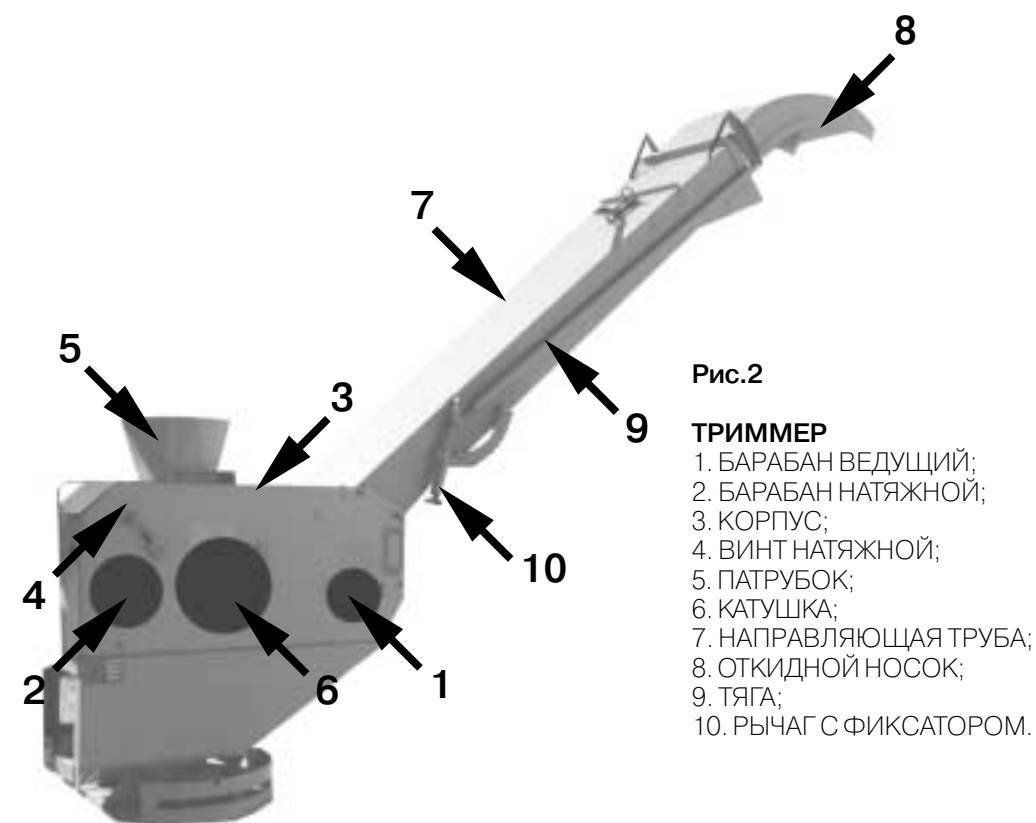

Рис.2
3.5. Триммер (рис. 2) состоит из корпуса **3**, представляющего собой сборную конструкцию, из двух барабанов - ведущего **1** и натяжного **2**, катушки **6**, партубка **5** направляющей трубы **7** с откидным носком **8**. Сборная конструкция корпуса триммера состоит из 2-х жестких боковин, с закрепленными на них корпусами подшипников для ведущего барабана и крышки.